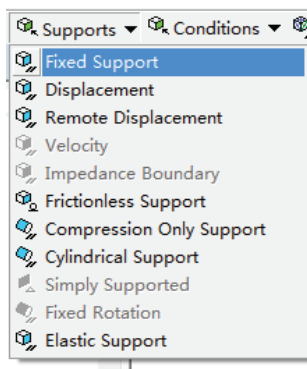

图 6-22 添加固定约束
2) 选择 Environment 工具栏中的 Supports>Fixed Support，如图 6-22 所示，此时在树结构图中会出现 Fixed Support 选项。